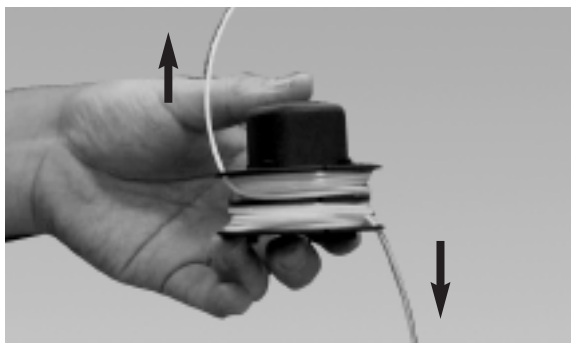
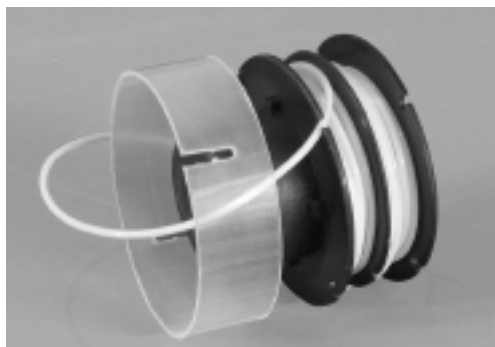
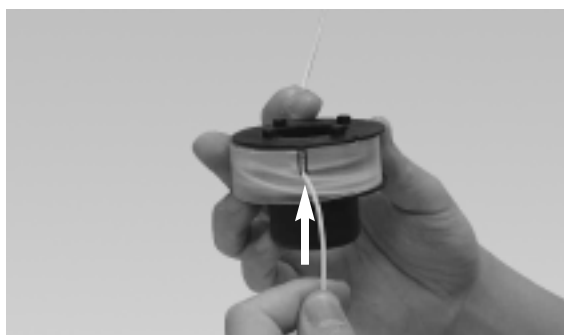
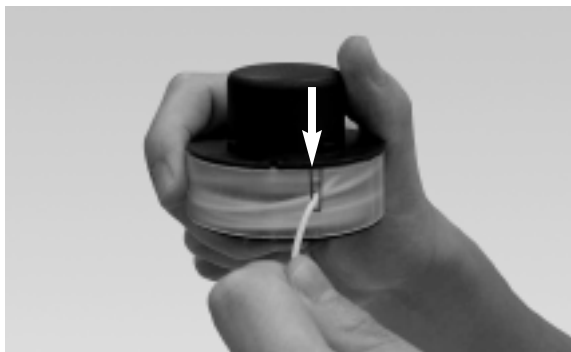

Fig. 23
Fig. 24
Fig. 25
Fig. 26
6. Installez le bout du fil dans l'orifice opposé (Fig. 23). Remplacez le support transparent (Fig. 24). Tirez le fil de dessous et le fixez dans l'orifice en dessous du support transparent (Fig. 25). Tirez le fil de dessus et le fixez dans l'orifice en dessus du support transparent. (Fig. 26)